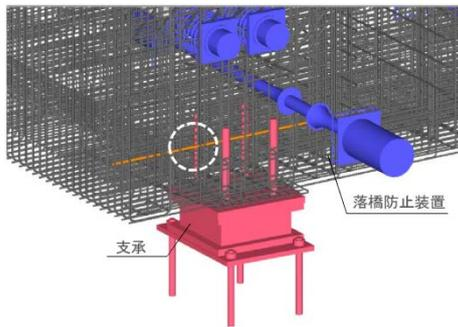

図2 鋼材と付属物の干渉チェック
- ①過密配筋となる端支点横桁における鋼材、付属物(支承ほか)の干渉チェック [図2]